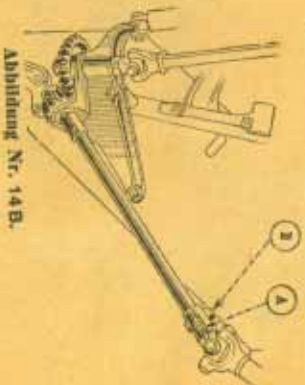

Abbildung Nr. 14 B.
Vermittels des schitzförmigen Loches „A“ und des Klemmbolzens „B“ (siehe Abb. Nr. 14 B) läßt sich die Welle so einstellen, daß eine genaue Zahnung zwischen Ritzel und Zahnrad erfolgt.
9. Bringe die Feder (Pj 134) und das Zahnrad B 997 M an, wie Abb. Nr. 14 A zeigt.